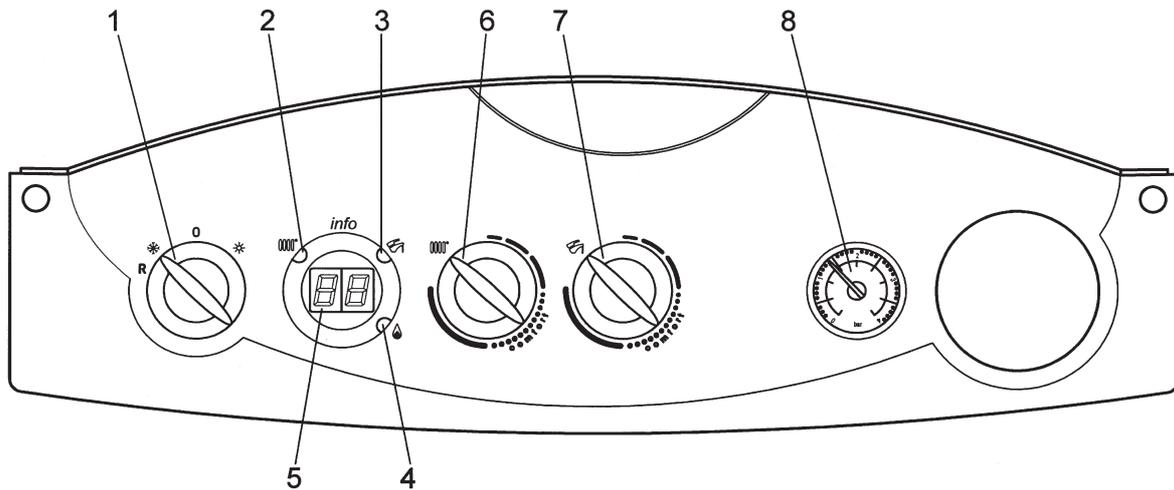
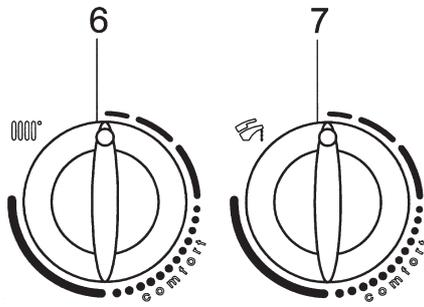
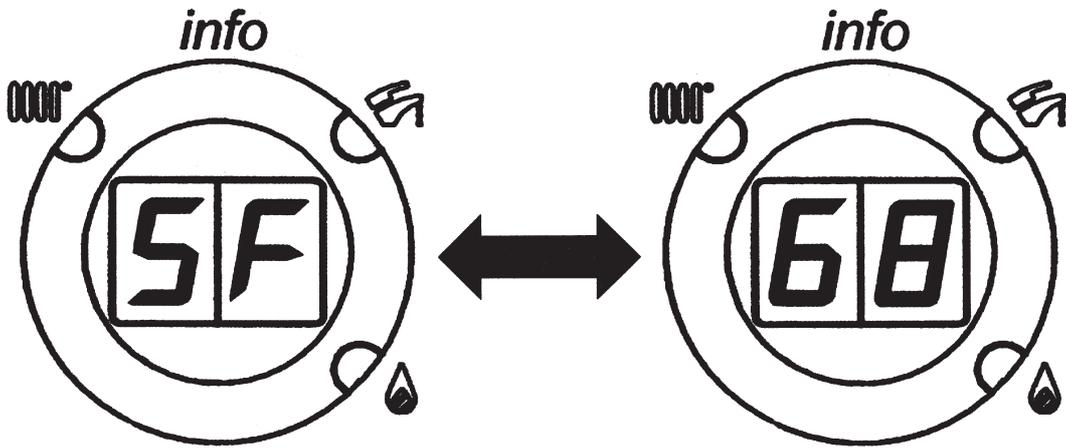

Fig. 26
Fig. 28A
Fig. 29
To permit the boiler to handle requests from individual zones, turn the Summer/Winter selector (1 - figure 26) on the boiler's front panel to Winter (❄️) position.
Set the desired temperature with knob 6, figure 26, directly on the boiler control panel.
Pour le fonctionnement de la chaudière, en cas de demande séparée de la part des différentes zones, il est nécessaire de mettre le sélecteur Été/Hiver (1 - figure 26) qui se trouve sur le panneau de commande de la chaudière sur la position Hiver (❄️).
Choisir la température de chauffage directement sur le panneau de commande de la chaudière en tournant le bouton 6, figure 26.
Use the central heating temperature control knob (6 - figure 26) on the boiler's control panel to set central heating output temperature to the various zones.
Programmer la température de refoulement prévue pour chaque zone en utilisant le bouton de réglage de la température du circuit de chauffage qui se trouve sur le panneau de commande de la chaudière (6 - figure 26).
5.4 INITIAL LIGHTING - Refer to Fig. 26
5.4 PREMIER ALLUMAGE - Référez-vous à la Fig. 26
- 1) Turn the control knobs 6 and 7 (figure 26) fully anti-clockwise to their minimum positions as shown in figure 28A.
Note: LEDs 2 and 3 (figure 26) flash alternately and the display alternates the message “SF” and the boiler output temperature about every five seconds (figure 29).
- 4) Calibration mode remains active for 20 minutes. To exit “calibration mode” before this time simply turn control knob 7 (figure 26).
- 1) tourner les boutons 6 et 7 (figure 26) dans le sens inverse des aiguilles d'une montre en les mettant sur la valeur minimum, comme le montre la figure 28A;
Remarque : les Led 2 et 3 (figure 26) clignotent une après l'autre et l'afficheur visualise le message “SF” qui s'alterne, par intervalles de 5 secondes, à la valeur de température de départ de la chaudière (figure 29).
- 4) Cette fonction reste disponible pendant 20 minutes. Il est possible de l'interrompre à l'avance en tournant le bouton 7 (figure 26).